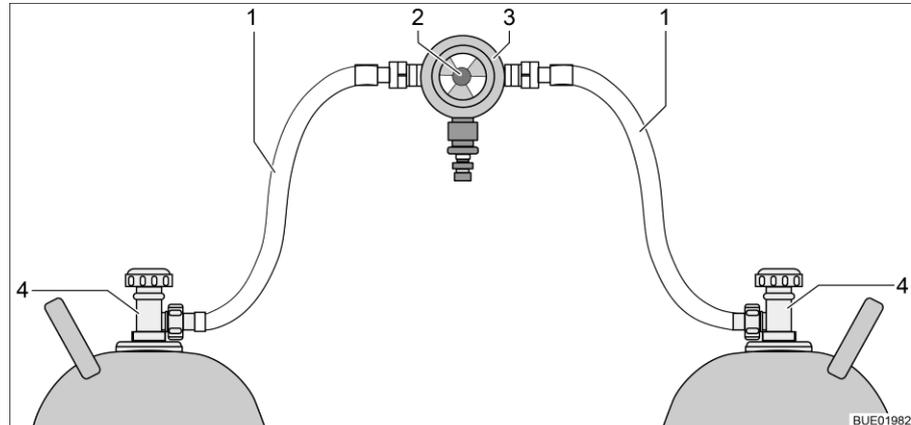
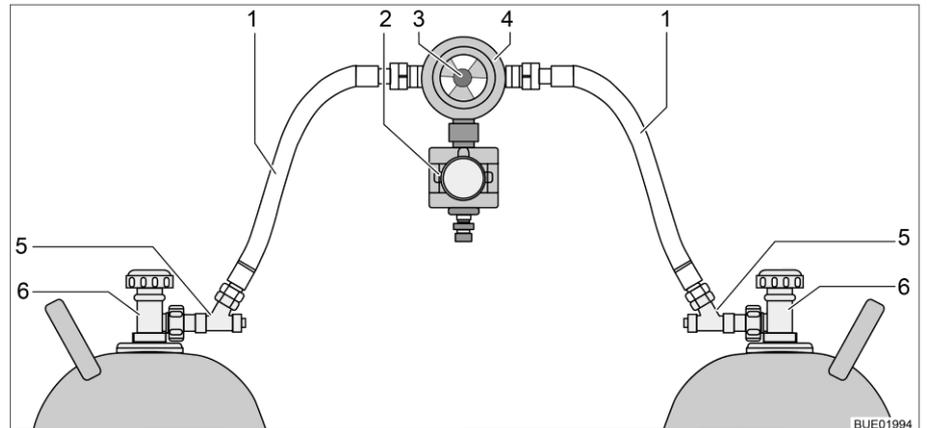

Fig. 102 Dispositif de commutation entre bouteilles de gaz
Fig. 103 Dispositif de commutation entre bouteilles de gaz avec CPU
Le dispositif de commutation entre bouteilles de gaz se compose d'un régulateur de pression du gaz combiné à une valve de commutation et indicateur (Fig. 102,3). Le dispositif de commutation entre bouteilles de gaz est monté entre les deux lyres (Fig. 102,1).
Le dispositif de commutation entre bouteilles de gaz se compose d'un régulateur de pression du gaz combiné à une valve de commutation et indicateur (Fig. 103,4) et d'une électrovanne (Fig. 103,2). L'électrovanne bloque l'arrivée du gaz au véhicule en cas de freinage brusque, d'accident ou de pente inhabituellement forte. Le dispositif de commutation entre bouteilles de gaz est monté entre les deux lyres (Fig. 103,1) avec des sécurités de rupture de tuyau (Fig. 103,5).
Le bouton rotatif (Fig. 102,2 ou Fig. 103,3), situé sur le dispositif de commutation entre bouteilles de gaz permet de définir laquelle des bouteilles de gaz est celle de service et laquelle est celle de réserve.
Seules les fonctions électriques peuvent être activées sur l'unité de commande (Fig. 104). Les robinets principaux des bouteilles de gaz (Fig. 102,4 et Fig. 103,6) doivent être ouverts ou fermés manuellement.
- Ouvrir les robinets principaux des bouteilles de gaz (Fig. 102,4 ou Fig. 103,6).
- Appuyer sur les sécurités de rupture de tuyau (Fig. 103,5) l'une après l'autre pendant 10 secondes.
- Choisir la bouteille de gaz avec le bouton rotatif (Fig. 102,2 ou Fig. 103,3) du dispositif de commutation à partir de laquelle le gaz doit être utilisé prioritairement (bouteille de service).
- Fermer les robinets principaux des bouteilles de gaz (Fig. 102,4 ou Fig. 103,6).